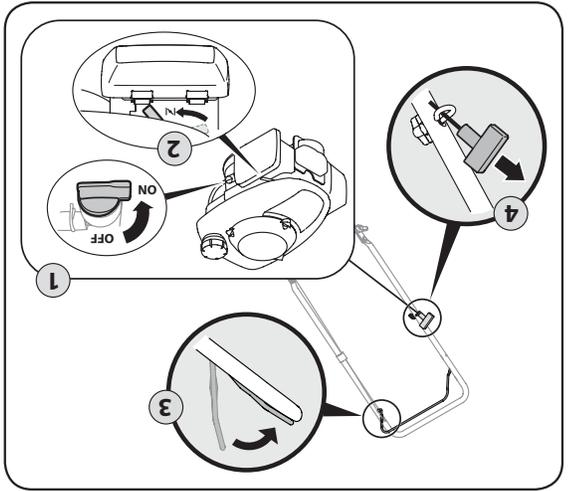

Figure 5-2
1. Placez la manette du robinet à carburant (qui se trouve sur la gauche du moteur) à la position ON (Ouvert). Voir la Figure 5-2.